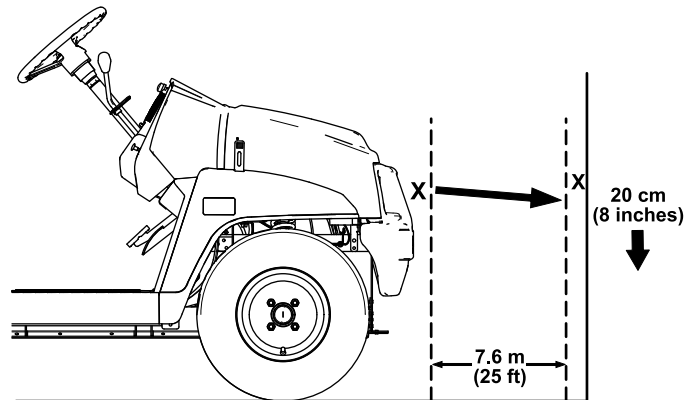

Figure 42
1. Garez la machine sur une surface plane et horizontale avec les phares à environ 7,6 m (25 pi) devant un mur (Figure 42).
La partie la plus brillante du faisceau doit se trouver 20 cm (8 po) en dessous du repère que vous avez fait sur le mur (Figure 42).